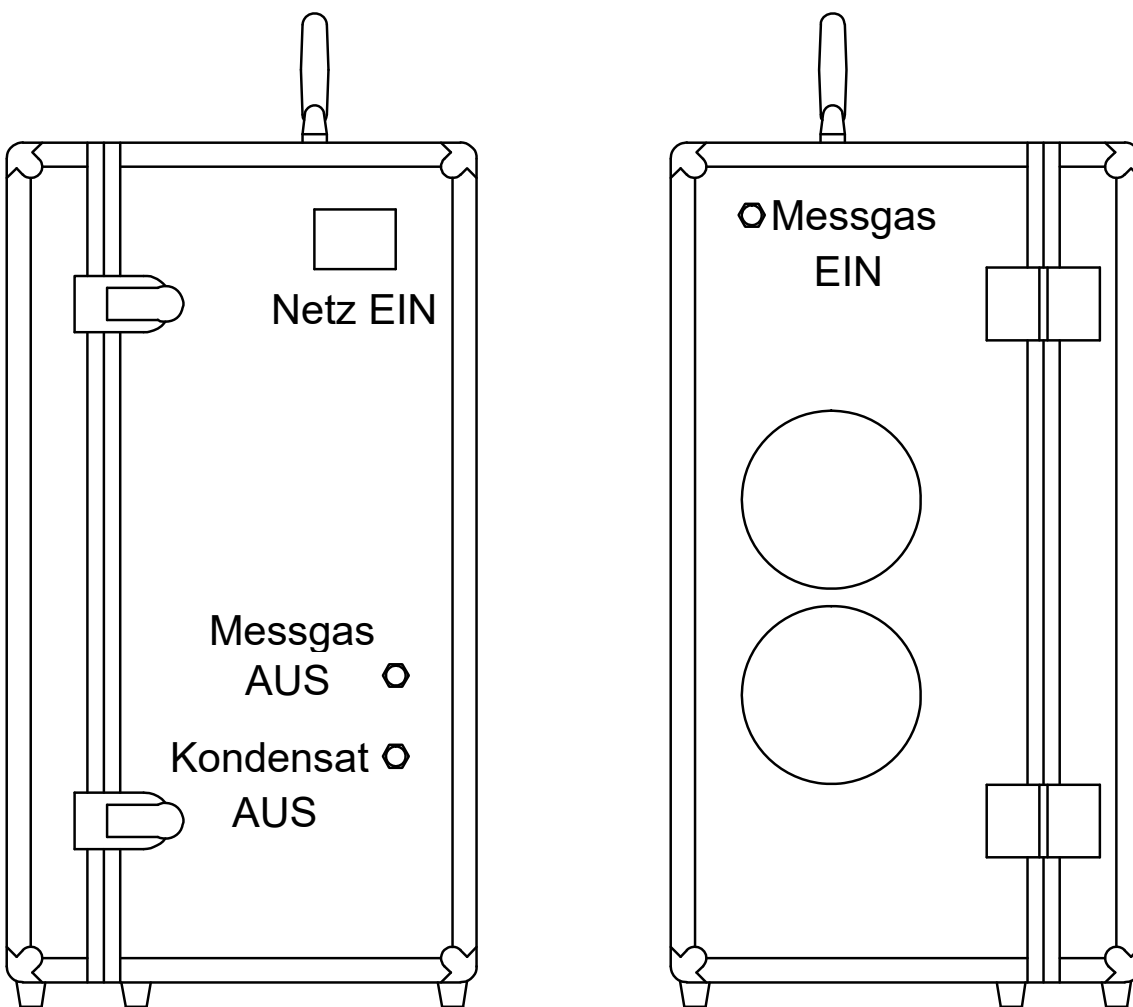

Abbildung 3 Mediumanschlüsse
Die 4/6mm-Schlauchanschlüsse ⑧ für die Kondensat- und Messgasleitung befinden sich an der rechten Seite des Koffers (s. Abb. 2 u. Abb. 3).
Die Messgasaufbereitung **PSS-10/1** kann optional mit einem Messgas-Eingang (s. Abb. 3, Art.-Nr.: 01G9062 u. 01G9063), zum Anschluss einer beheizten Leitung ausgestattet werden. Der vorhandene Knickschutz ist nur für beheizte Leitungen des Anschluss-Typs „C“ (Art.-Nr.: 03B1012) zu verwenden. Eine Montageanleitung befindet sich im Anhang.
Abbildung 3 zeigt die möglichen Mediumanschlüsse. Diese befinden an der rechten und linken Seite des Messgasaufbereitungskoffers.
Für die elektrische Versorgung einer beheizten Leitung mit PT-100 Fühler und/oder den Anschluss anderer beheizter Komponenten, z.B. beheizte Messgassonde oder beheiztes Filter, steht eine Anschlussbuchse gemäß Abbildung 3 zur Verfügung. Die Anschlussleistungen betragen maximal 6 A, 1380 W für die 230 V-Messgasaufbereitung bzw. 6 A, 690 W für die 115 V-Version.